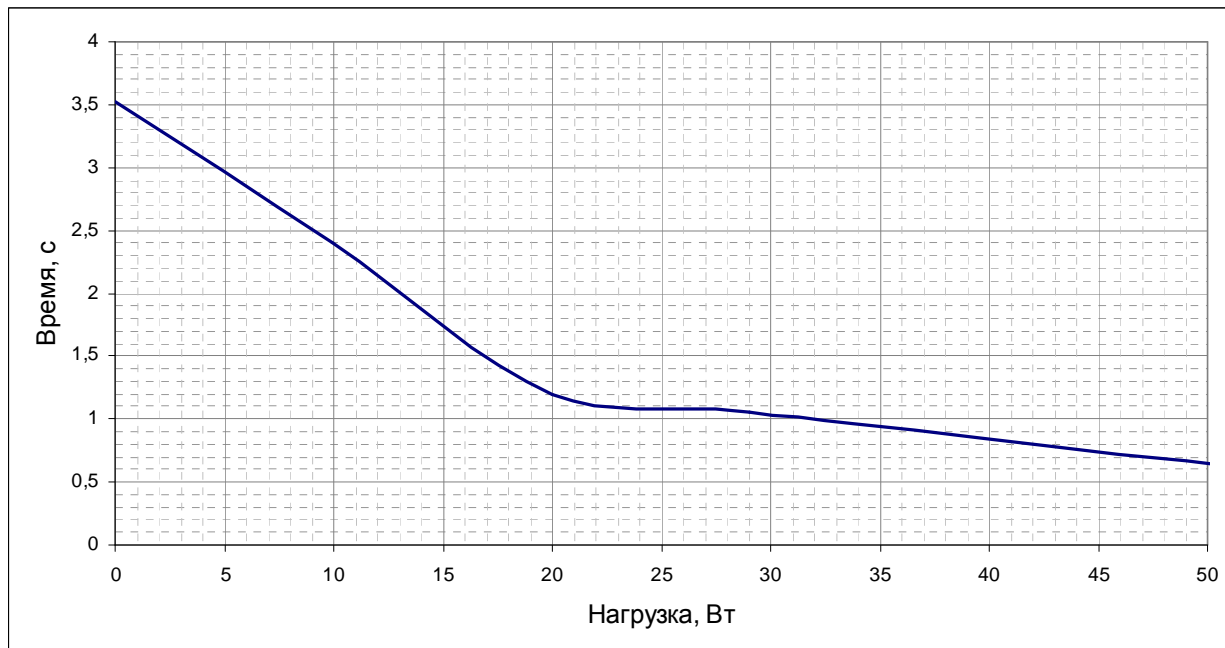

Рисунок 4 - График зависимости времени удержания напряжения 220 В от мощности нагрузки на выходе "ВЫХОД РЗА"
- БПК-5 применяется в случае срабатывания РЗ, устройств вторичной коммутации и управления приводом выключателя с учетом нагрузки за время, не более 0,8 с (пункт 4 таблицы 1 и рисунок 4);